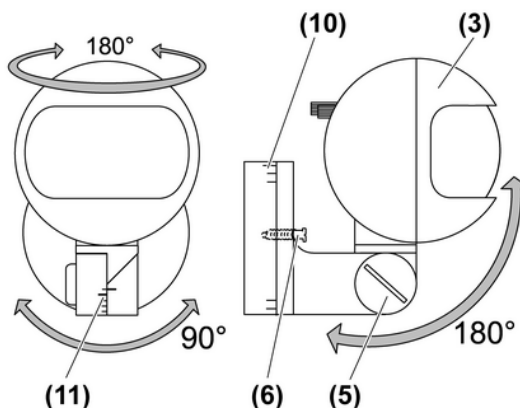

Bild 3: Sensorkopf ausrichten
- Zentralschraube (6) etwas lösen (Bild 3).
- Sensorkopf schwenken. Skala (10) dient als Orientierungshilfe (Bild 3).
- Handknebel (5) lösen (Bild 3).
- Sensorkopf (3) neigen.
- i** Sind die kräftigen Markierungen von Skala (11) deckungsgleich, beträgt die Neigung ca. 14°. (Bild 3). Je weiter der Sensorkopf geneigt wird, desto kürzer ist die Reichweite.
- Handknebel (5) festschrauben.
- Sensorkopf (3) drehen (Bild 3). Die Verstellung ist gerastet, jede Raste entspricht ca. 10°.